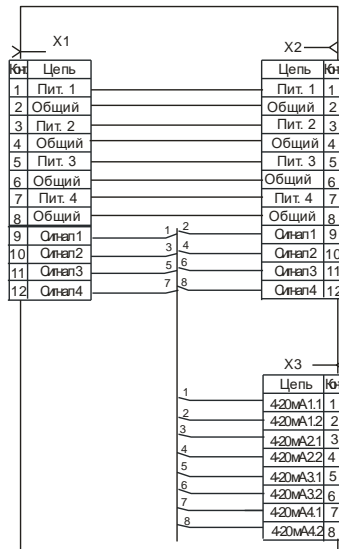

РИС. 1
РИС. 1а. Блок сигнализации, габаритные и установочные размеры
1. Распределительная коробка РК-4 (далее РК-4) предназначена для вывода токового сигнала 4 – 20 мА. Одна РК-4 позволяет выводить токовые сигналы от одного до четырех измерительных каналов. Схема соединения РК-4 с БС, ИП и устройством для измерения токового сигнала приведена на рис. 1 настоящего ПРИЛОЖЕНИЯ.